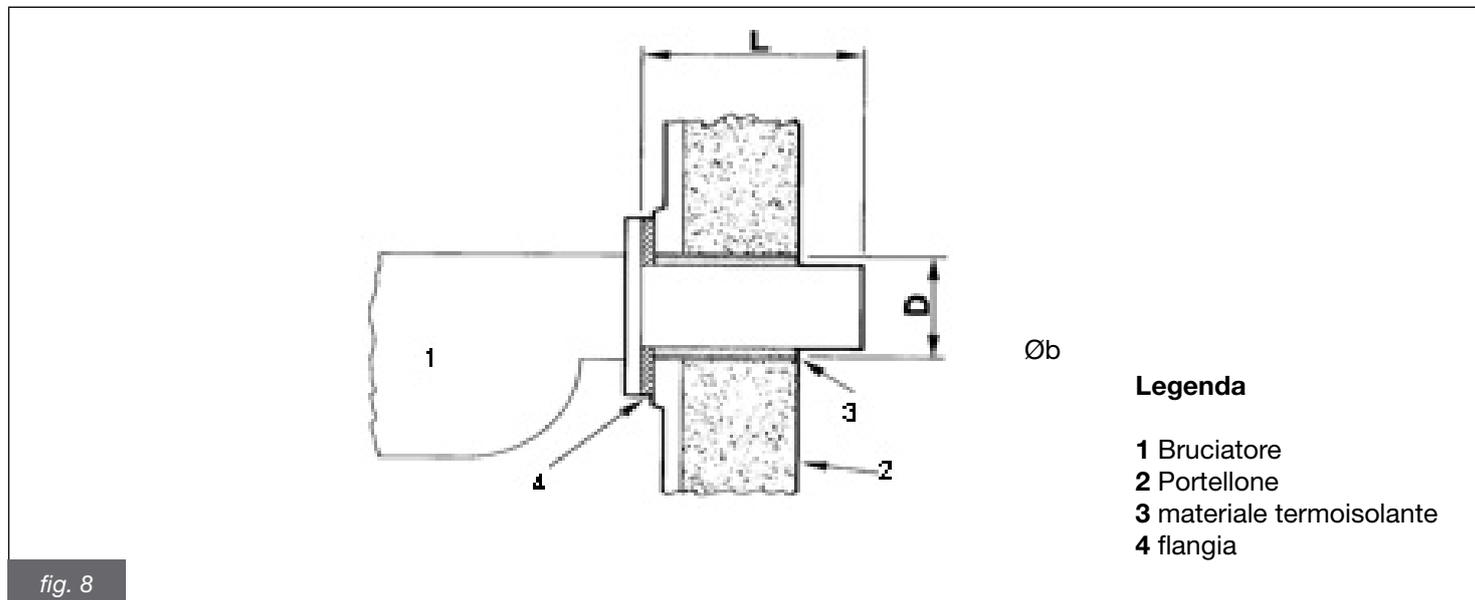

fig. 8
**Riempire le intercapedini tra il boccaglio bruciatore ed il portellone con materiale termoisolante adeguato, quale ad esempio un cordone ceramico (Fig. 8).**